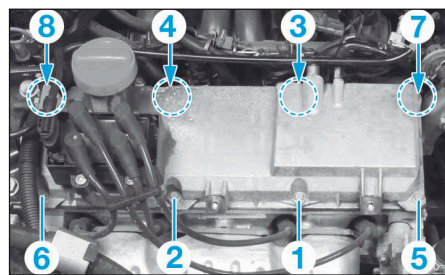

FIG.49
- Reposer le couvre-culasse en serrant ses vis dans l'ordre et au couple prescrit (Fig.49).